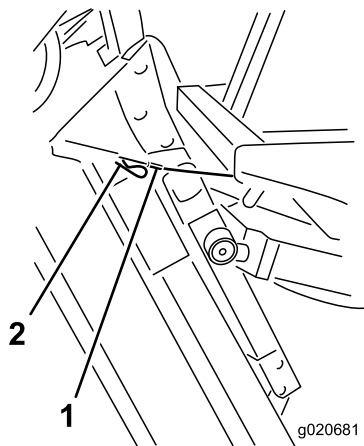

Bild 107
6. Halten Sie das Mähwerk dann in der aufrechten Stellung, bringen das Kabelende über dem Stift am Mähwerkhubarm an und befestigen es mit einem Splint (**Bild 107**).